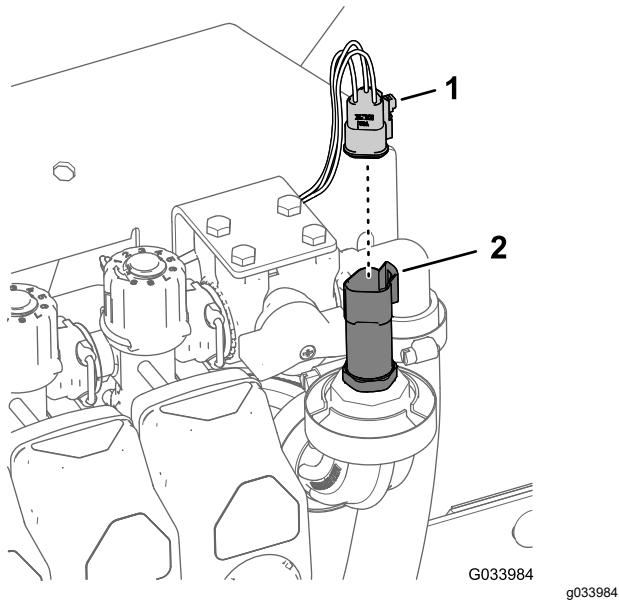

Figure 37
1. Débranchez le connecteur à 3 douilles du transducteur (Figure 37).